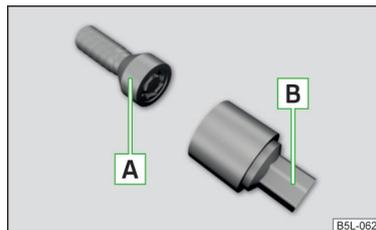

Fig. 166
Los tornillos de rueda antirrobo protegen las ruedas de un robo. Se pueden **soltar/apretar** solamente con el suplemento **B** » fig. 166.
- Introducir el suplemento **B** » fig. 166 hasta el tope sobre el tornillo de rueda antirrobo **A**.
- Introduzca la llave de rueda hasta el tope sobre el tornillo de rueda. Usar el suplemento para los tornillos de la rueda antirrobo correspondientes » fig. 166 de la pág. 150.